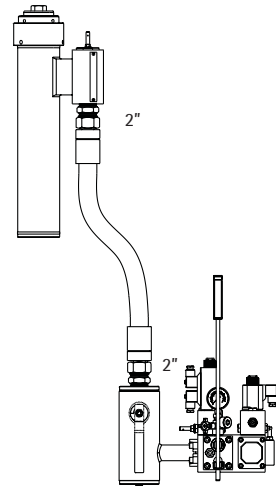

Fig. 10 Conexión con tubo flexible 2"
- con un solo tubo flexible de 2" y niples 2" ángulo 60° (ver Fig. 10);